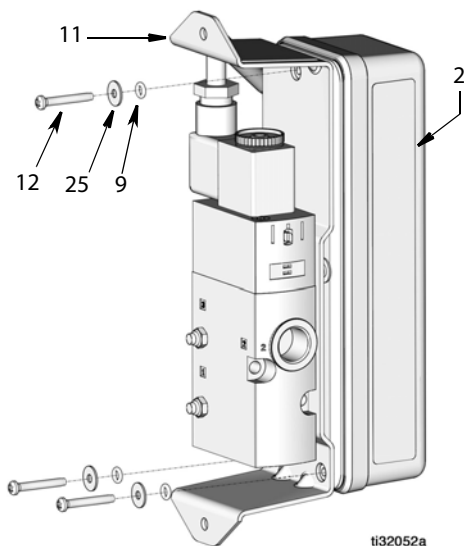

Рис. 2
3. Извлеките три винта (12), шайбы (25) и уплотнительные кольца круглого сечения (9), крепящие кронштейн регулятора (11) к корпусу (2) (Рис. 2).